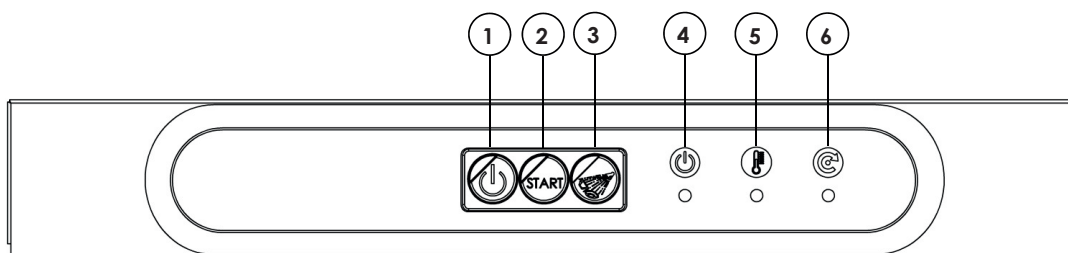
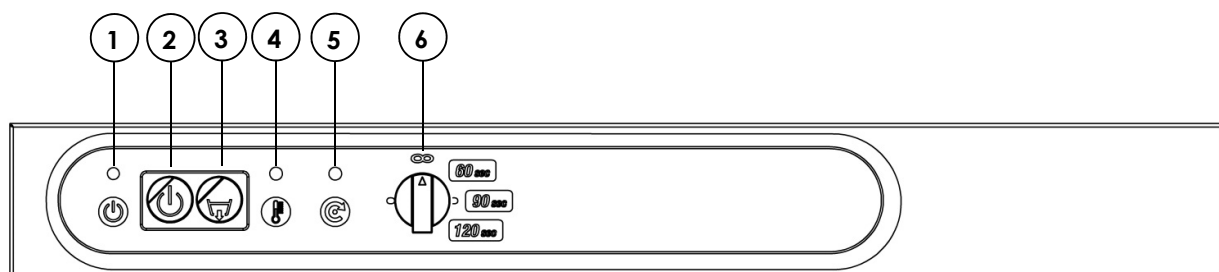

Fig. 14a
Fig. 14c
In fig. 14a, 14b, e 14c vengono riportati il pannello comandi della lavastoviglie e i riferimenti dei comandi in base al modello della lavastoviglie e alla presenza o meno della pompa di scarico.
Lavastoviglie a carico frontale (rif. fig. 14a o 14b)	Lavapiatti a cappotta (rif. fig. 14c)
6. Lavaggio	Aprire la porta, introdurre il cestello con le stoviglie (assicurandosi che la disposizione delle stoviglie rispetti quanto descritto nel par. 3.4 – PARTE SECONDA), chiudere la porta e premere il PULSANTE PARTENZA CICLO (2) per avviare la fase di lavaggio: la SPIA CICLO INSERITO (6) si accende. Il ciclo termina quando si spegne la SPIA CICLO INSERITO (6)	Alzare la cappotta, introdurre il cestello con le stoviglie (assicurandosi che la disposizione delle stoviglie rispetti quanto descritto nel par. 3.4 – PARTE SECONDA), abbassare la cappotta e premere il maniglione di chiusura della cappotta verso il basso: la SPIA CICLO INSERITO (5) si accende. Il ciclo di lavaggio/risciacquo inizia automaticamente. Il ciclo termina quando si spegne la SPIA CICLO INSERITO (5)
7. Risciacquo supplementare	Se la lavastoviglie è predisposta per l'attivazione manuale del risciacquo (fig. 14a) e se si desidera effettuare un ulteriore risciacquo, premere il PULSANTE RISCIAQUO MANUALE (3): verrà effettuato un risciacquo supplementare di 5sec.
1. spegnere la lavastoviglie con l'INTERRUTTORE DI ACCENSIONE (1 figg. 14a, 14b o 2 fig. 14c)